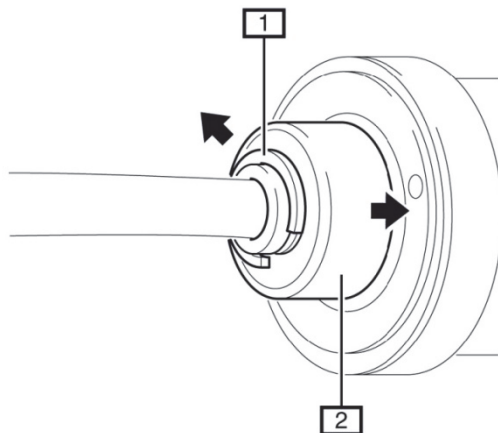

Fig. 8: 1 Sicherung / Lock ring / Sécurité / Seguro 2 Halteelement / Retainer element / Elément de support / Elemento de sujeción
- Fig. 8 Den Luftfederkreislauf ganz entlüften.
- Sicherungsring (1) am Proportionalventil des PDC Stoßdämpfers entfernen.
- Das Halteelement (2) mit einem passenden Gabelschlüssel in Richtung PDC Stoßdämpfer gedrückt halten.
- Fig. 8 Bleed all air from the air spring circuit.
- Remove lock ring (1) on the PDC shock absorber's proportional valve.
- Keep the retainer element (2) compressed toward the PDC shock absorber with an appropriate fork wrench.
- Fig. 8 Purger complètement le circuit de suspension pneumatique.
- Enlever le circlip (1) de la soupape proportionnelle de l'amortisseur PDC.
- Maintenir en place l'élément de support (2) en direction de l'amortisseur PDC avec une clé à fourche adéquate.
- Fig. 8 Purgar completamente el circuito de la amortiguación neumática.
- Retirar la anilla de seguridad (1) de la válvula proporcional del amortiguador PDC.
- Mantener apretado el elemento de sujeción (2) en el sentido del amortiguador PDC con una llave de boca.